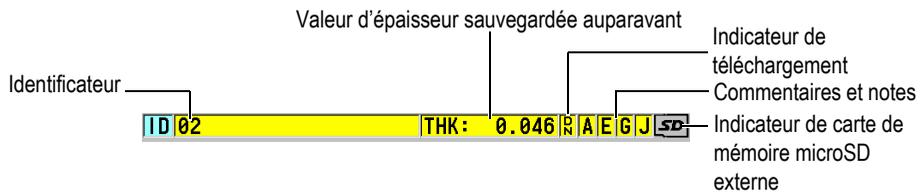

Figure 3-2 Barre d'identificateur
La barre d'identificateur, située dans la partie supérieure de l'écran de mesure, affiche l'identificateur de l'emplacement d'enregistrement actuel de la mesure d'épaisseur, la mesure enregistrée auparavant et les indicateurs de commentaires (voir la Figure 3-2 à la page 48). L'indicateur de téléchargement (R) apparaît lorsque la mesure enregistrée auparavant provient d'un fichier plutôt que d'une nouvelle mesure récemment acquise.